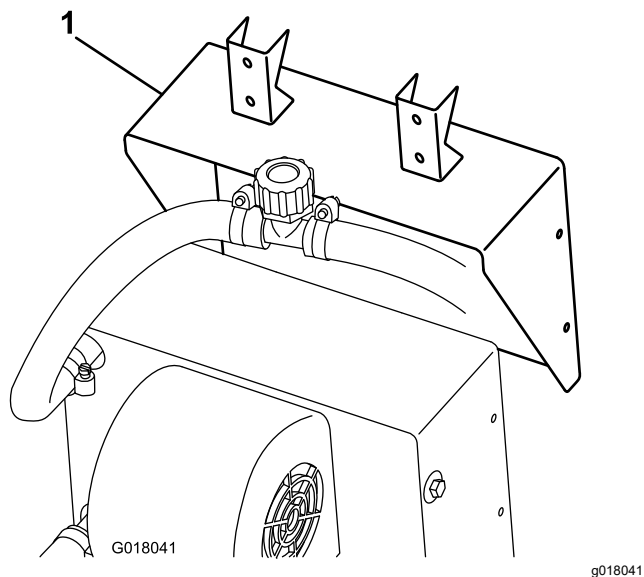

図 3
1. ヒーターに付属しているねじを使って、ヒーターブラケットをヒーターに取り付ける 図 3。